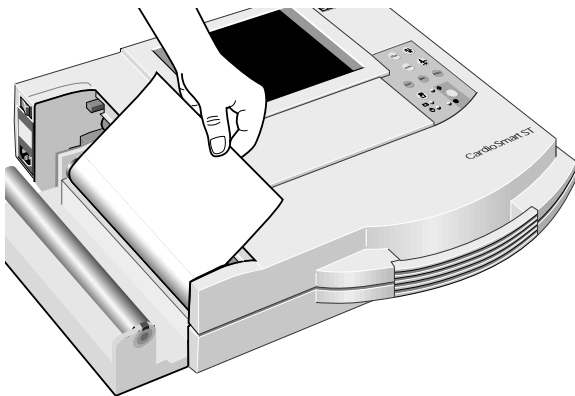

Bild 10-3. Führen des Papieranfangs
- * Ziehen Sie das obere Blatt ca. 10 cm aus dem Papierschacht und legen Sie es einfach um die Führungswalze (Bild 10-3).